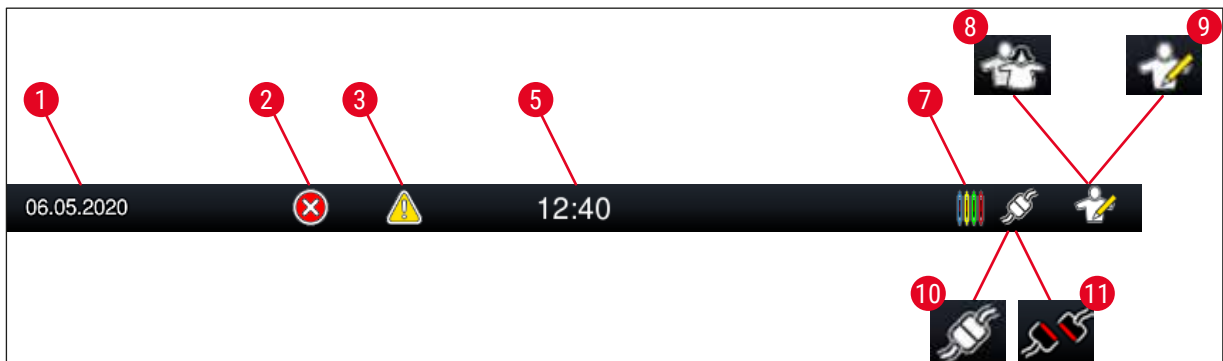

Fig. 16
4. O status do usuário atual é exibido com o respectivo símbolo na barra de status (→ "Fig. 16") no canto superior direito.